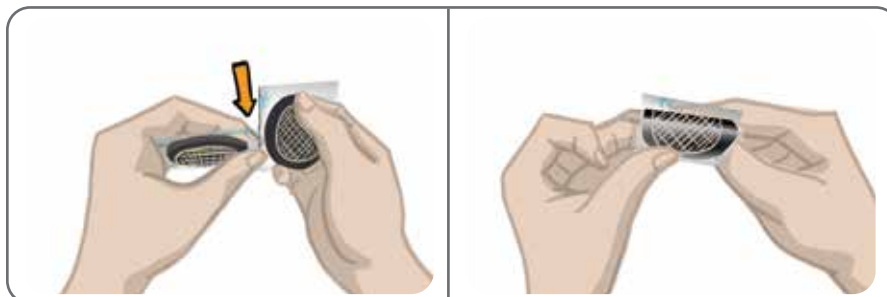

Figure 8-2 : Séparation des électrodes hydrogel et ouverture des protections en deux parties
2. Séparez les deux nouvelles électrodes hydrogel neuves au niveau de la ligne perforée. Reportez-vous à la figure 8-2.
3. Retirez les protections en deux parties de chaque électrode et jetez-les. Reportez-vous à la figure 8-2.